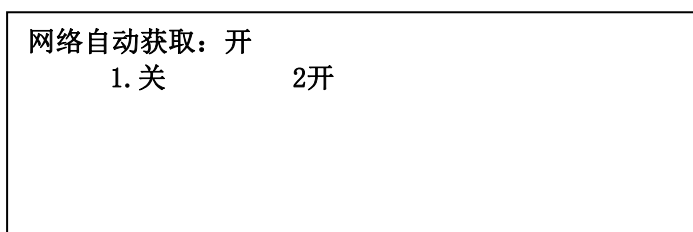

图5-11
- ◆ 按“功能”键进入选项菜单，按【↑】【↓】键进入设置菜单，按‘4’进入用户登录界面，输入二级密码，按“确认”键进入网络自动获取设置界面。按‘1’‘2’键切换关和开（图5-11）。